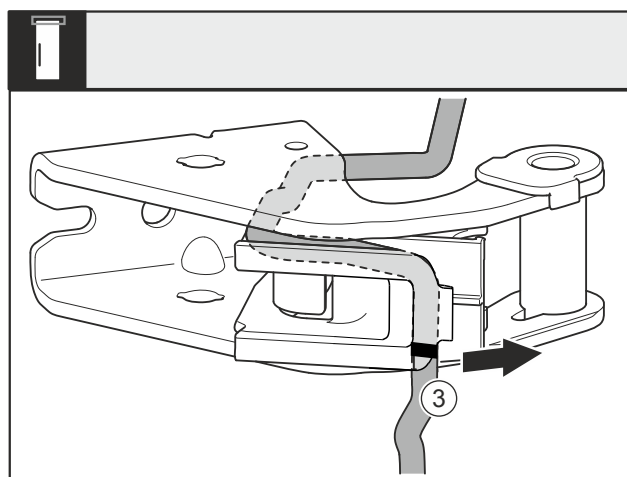

Fig. 31
- Demontați cablul cu suportul de cablu Fig. 31 (3) de pe suportul de lagăr.